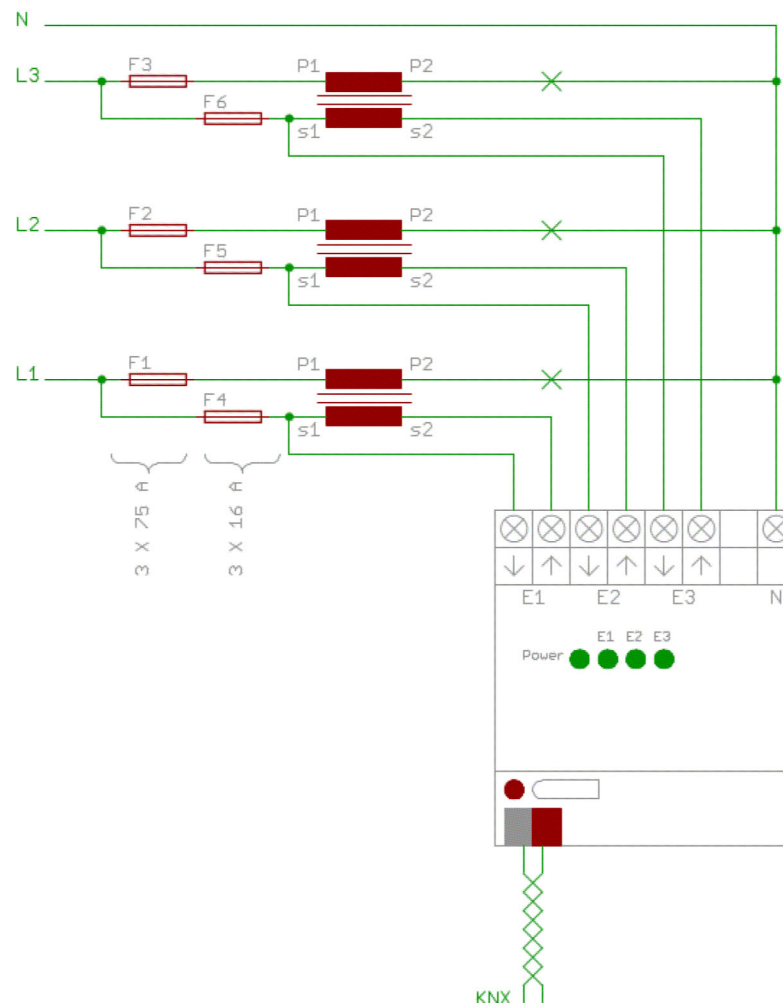

Abbildung 3: Anschlussplan für die Messung des Stromes über Stromwandler
- Wird das Gerät mit externen Stromwandlern betrieben, dann gemäß Abb. 3 anschließen.